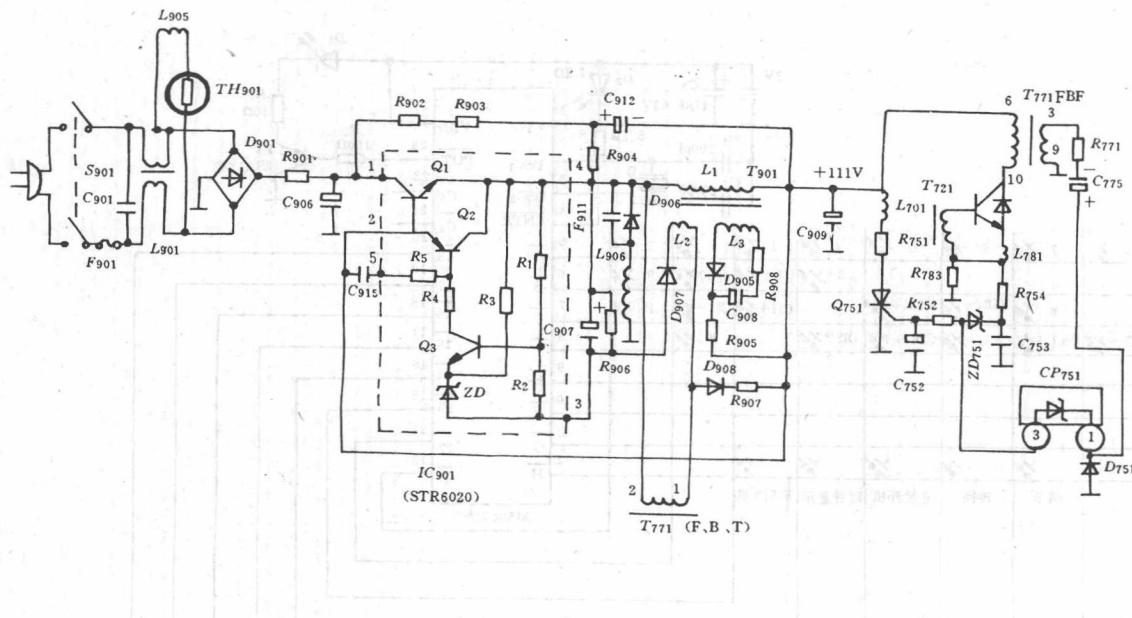

图 2 开关电源电路
(1) 电路结构特点:①开关电源电路由厚膜电路IC901(STR6020)和开关变压器T901以及外围元件组成。参看图2。由于开关管和误差放大与脉宽调制电路都集中在一块集成电路内,所以稳压性能好,工作稳定;②属于自激一行同步式串联输出型开关电源,只有111V一路电压输出;③由于开关管与负载相串联,所以整机底板带电,维修时要注意安全。
(2) 工作原理:①振荡过程:220V市电经开关S901,保险管F901,高频滤波器C901与L901抑制干扰后,送至D901进行桥式整流,经R901、C906滤波后输出300V直流电压,一路加至IC901①脚(即开关管Q1的集电极),另一路经由R902、R903和C912构成启动电路向IC901②脚(即开关管Q1的基极)提供启动电流,使开关管Q1导通。Q1导通后,IC901④脚(即开关管Q1的发射极)外接开关变压器T901的L1初级绕组有电流流过,次级绕组L3(正反馈绕组)产生感应电压,经R908、C908、R905正反馈到Q1的b极,使Q1迅速进入饱和导通状态,此时,IC901④脚电压上升到最大值。